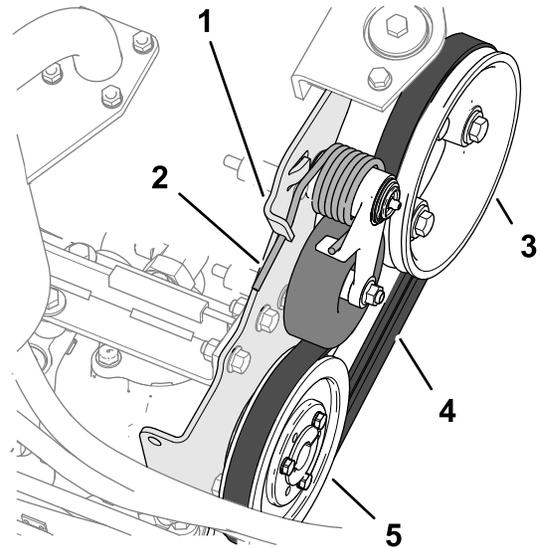

Figure 81
2. Appuyez sur l'extrémité du ressort de tension de la courroie et sortez-la du cran dans la patte du support de pompe, puis avancez le ressort (Figure 81).